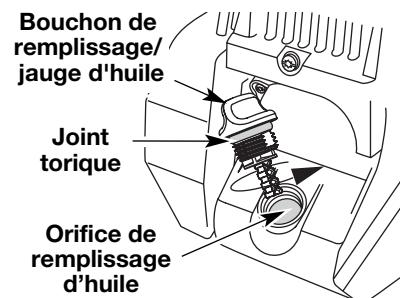

Fig. 23
6. Si le niveau est trop bas, ajoutez un peu d'huile par l'orifice et revérifiez (Fig. 23). Continuez jusqu'à ce que le niveau
**REMARQUE :** Assurez-vous que le joint torique est mis sur le bouchon de remplissage / jauge d'huile au moment de la vérification et du changement d'huile (Fig. 23).